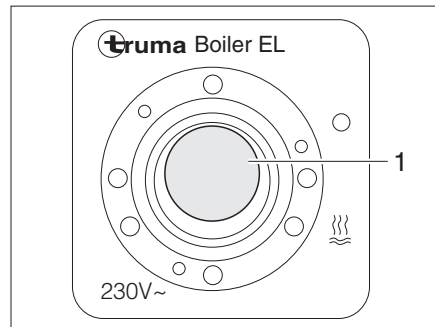

Fig. 119 Interruptor oscilante para la caldera Truma (funcionamiento con electricidad a 230 V)
- Conectar el interruptor oscilante (Fig. 119,1). La luz de control del interruptor se enciende. El agua de la caldera se calienta a 65 °C.
- Poner el interruptor oscilante (Fig. 119,1) en la posición "O". La luz de control del interruptor se apaga.
- En la unidad de mando (Fig. 118) poner el interruptor giratorio (Fig. 118,3) en "O" (Fig. 118,4) o poner el interruptor oscilante (Fig. 119,1) en "O".